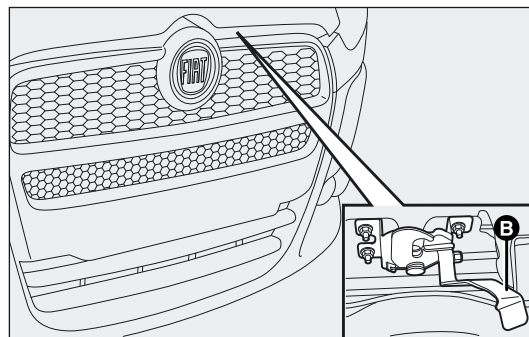
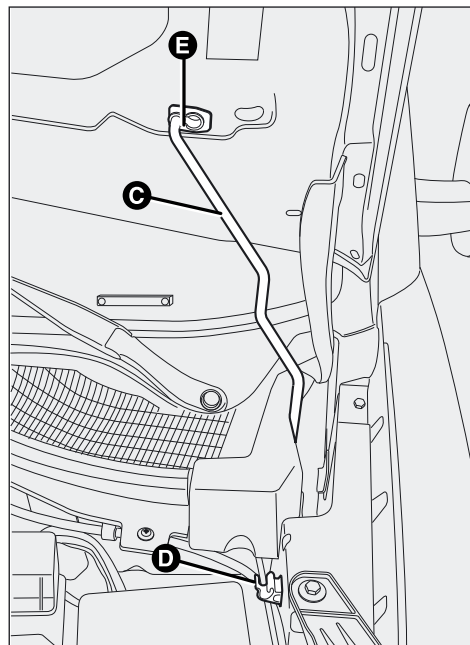

fig. 94
fig. 95
- ☐ bedien hendel B-fig 94, til de motorkap omhoog en trek gelijktijdig de steunstang C-fig. 95 uit de klem D-fig. 95; steek vervolgens het uiteinde van de stang in de grote opening E-fig. 95 in de motorkap en druk de stang in de veilige stand (kleine opening) zoals in de figuur is afgebeeld.
Sluiten fig. 95